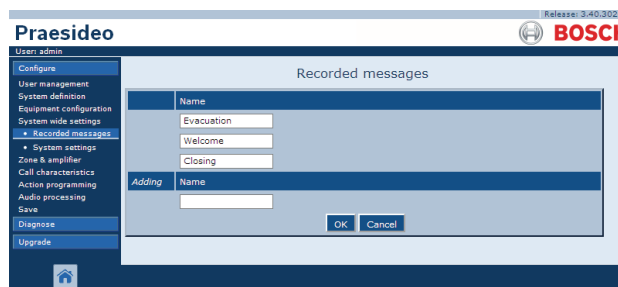

figura 45.3: Registro de mensaje, paso 2
- 2 Haga clic en el botón *Add* para agregar un mensaje grabado. Aparece una pantalla similar a la mostrada en figura 45.3 en el cuadro principal de la interfaz Web.